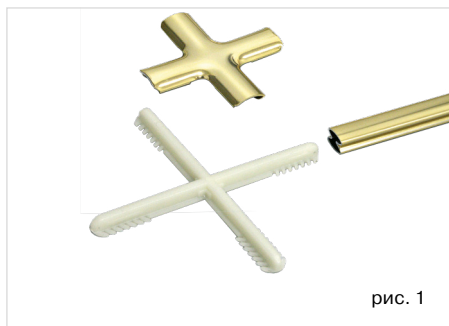

рис. 1
2. Соединить декоративный профиль с крестовым соединением и декоративными накладками, как показано на рис. 1, 2, 3.